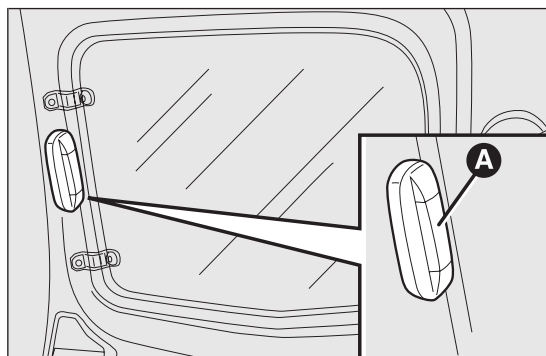
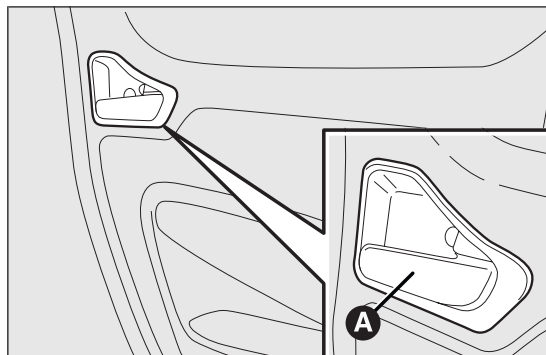

fig. 60
fig. 61
**Apertura:** premere sul dispositivo A fig. 60 per sbloccare la porta e successivamente tirare la leva A fig. 61 e far scorrere la porta verso la parte posteriore del veicolo fino al fermo che la arresta.
Chiusura: premere sul dispositivo A fig. 60 per sbloccare la porta e successivamente farla scorrere verso la parte anteriore del veicolo.